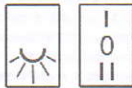

рис. 9
7.2 Включение вытяжки производится при помощи переключателей (рис. 9).